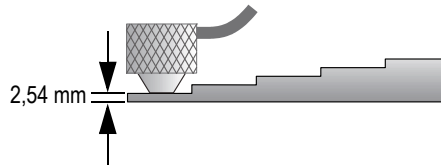

Figura 5-6 Calibração da velocidade do som em um bloco de teste de cinco degraus — peça fina
- b) Coloque o transdutor na parte fina do bloco teste (ver Figura 5-6 na página 69 e pressione [CAL ZERO].